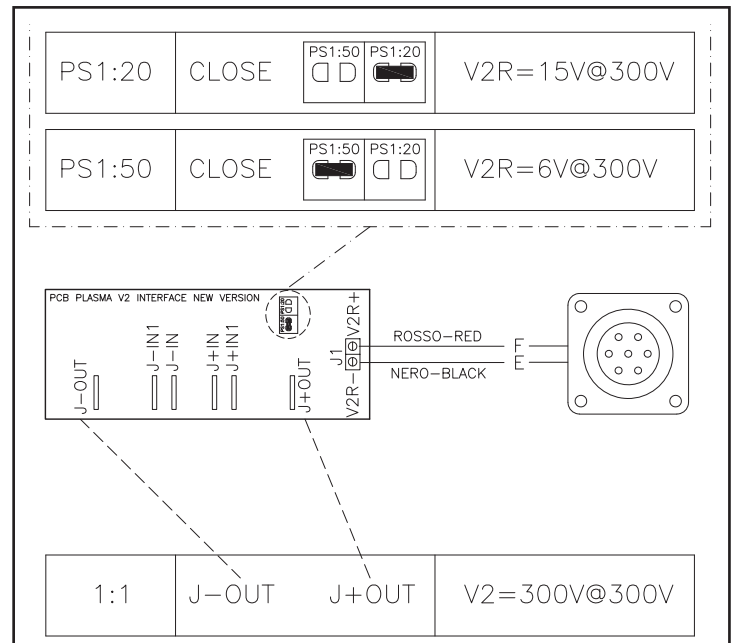

FIGURE 13
- Faire passer le câble à travers le trou à l'arrière de la machine (18) et effectuer une connexion à la carte d'interface selon le schéma dans la FIG. 13.
Par défaut, la réduction de la tension de sortie est égale à 1:50. Dans le cas de la table de coupe à raccorder nécessite une tension différente est possible de définir une réduction 1:20. FIG. 13